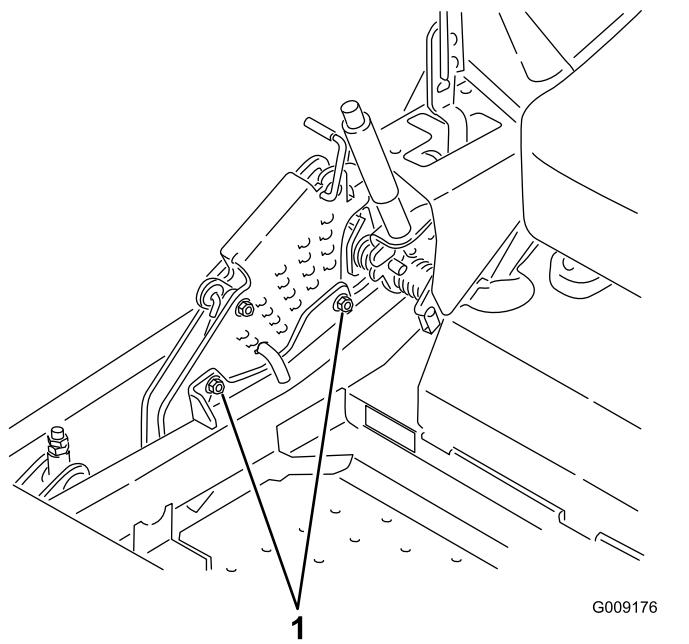

Figura 99
12. Para ajustar um sistema de ponto único, desaperte os 2 parafusos na parte inferior da placa da altura de corte (Figura 99).
14. Aperte os dois parafusos na parte inferior da placa da altura de corte (Figura 99).